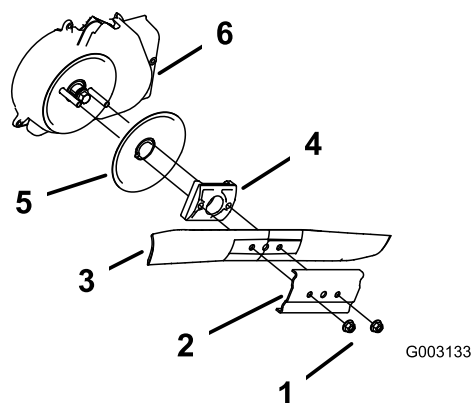

Figura 31
3. Togliete i due dadi della lama ed il rinforzo (Figura 31).
4. Togliete la lama (Figura 31).
5. Togliete il giralama e il disco antistrappo (Figura 31).
6. Pulite il carter della frizione del freno della lama (Figura 31).
10. Montate la lama ed il rinforzo con i due dadi della lama rimossi al punto (Figura 31).